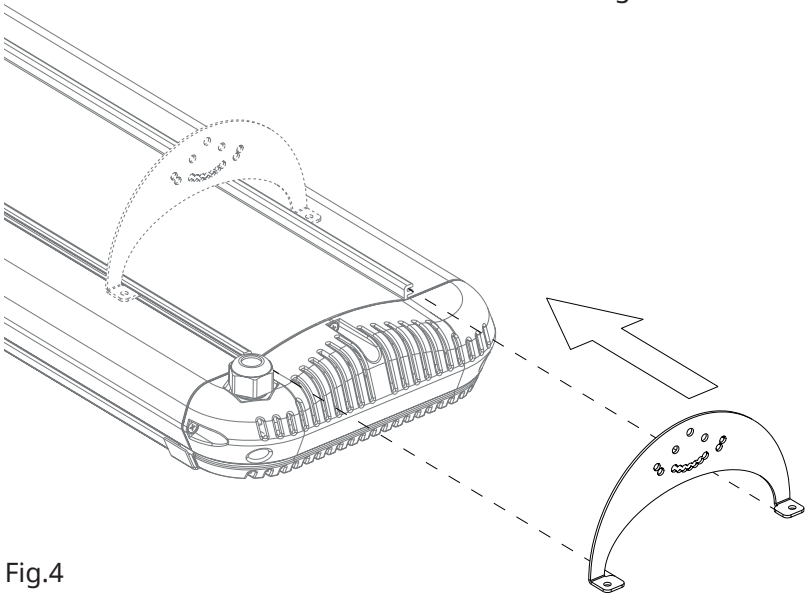

Fig.4
3. Inserte los soportes con forma de arco en el carril especial de la parte superior del calefactor. Fig.4.